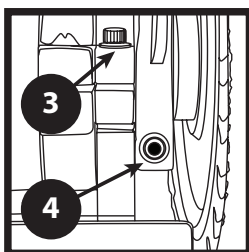

FIGURE 2
2. Trouver la vis Allen de 5/16 po qui fixe le bras du support de la table au châssis et la desserrer. (Figure 2)
façon générale, effectuer ¼ de tour de plus lorsque la vis commence à être serrée. (Figure 2)
1. À l'aide d'une clé Allen de 5/16 po, desserrer le boulon qui retient le châssis principal de support de la machine (voir la Figure 2).